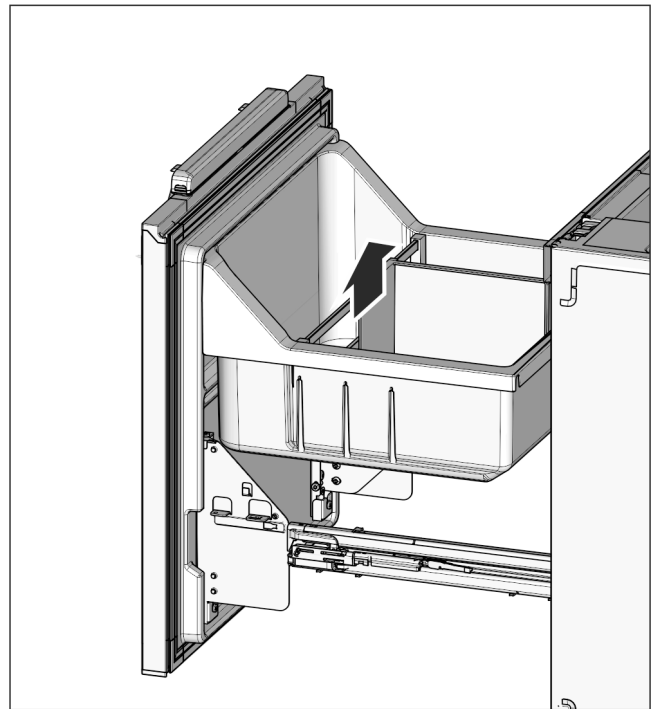

Fig. 25
- ▶ Vuelva a colocar el depósito para botellas Fig. 25 (32) y la bandeja extraíble Fig. 25 (31).